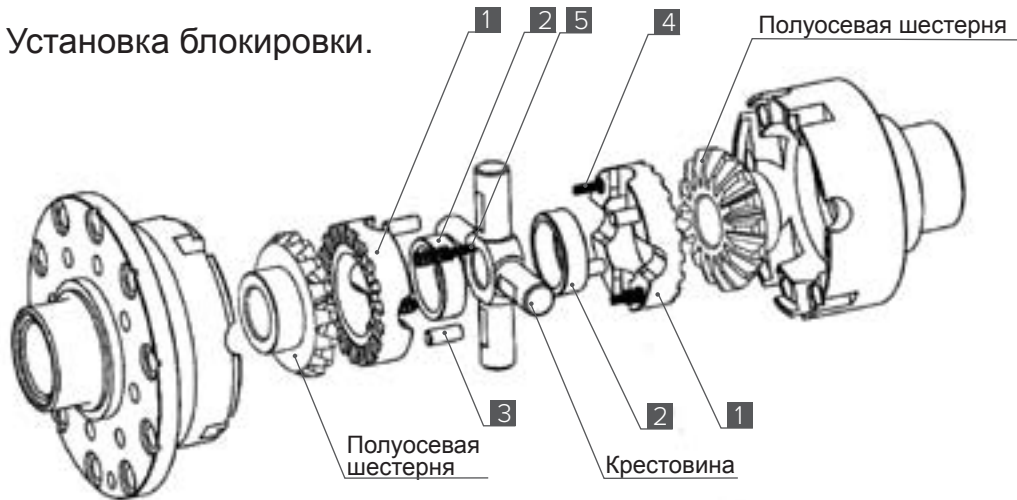

Рис. 5
6. Соберите блокировку в корпус дифференциала, соблюдая последовательность, изображенную на **Рис. 5**.